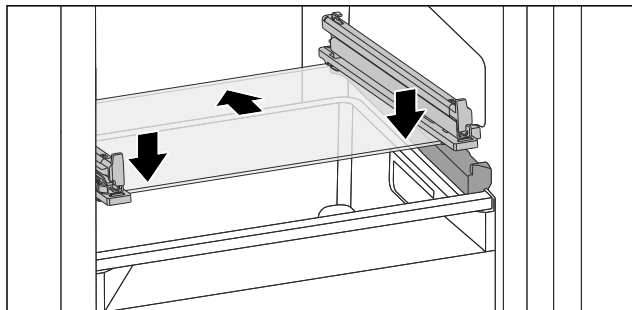

Fig. 200 Staklena ploča nagibne ladice
- Stavite ladicu ukoso iza zaustavljača. (pogledajte Fig. 200)